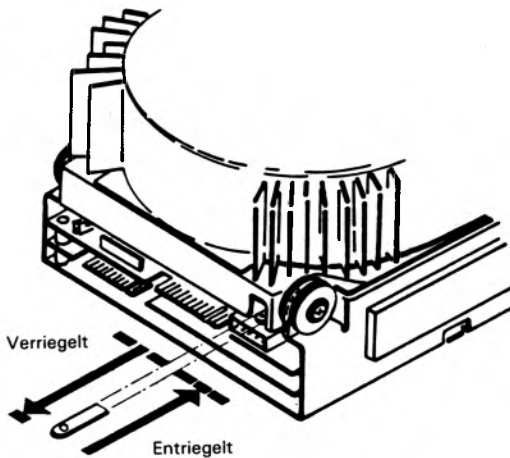

Abbildung 1-4
2. Orientieren Sie sich in Abbildung 1-4 und suchen Sie die Transportverriegelung auf der Rückseite des Festplattenlaufwerks; drücken Sie das Ende dieser Verriegelung so weit hinein, bis es in einer Ebene mit dem Laufwerksgehäuse liegt.